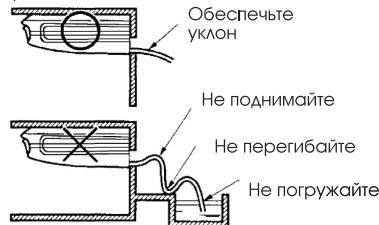

Рис. 1
(Рис. 1)
(1) Прокладка дренажа
- Прокладывайте дренажную трубу с минимальным уклоном 1/100 для предотвращения образования воздушных пробок (см. рис.1).
- Используйте приложенный дренажный шланг (4) и хомут (5). Вставьте дренажный шланг в гнездо дренажа. Затягивайте хомут до тех пор, пока головка винта не будет наход-